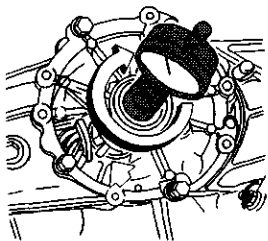

图 3-126 安装专用工具
9) 将专用磁板 VW385/17 装在主动锥齿轮上, 上面的缝隙朝向放油螺塞一边。将专用工具 VW385/1 放入变速器的内部并装配好, 如图 3-126 所示。